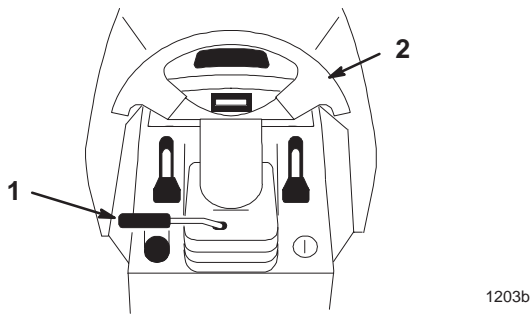

Abbildung 14
1. Den Kipphebel hochziehen, um die Verriegelung zu lösen (Abb. 14).